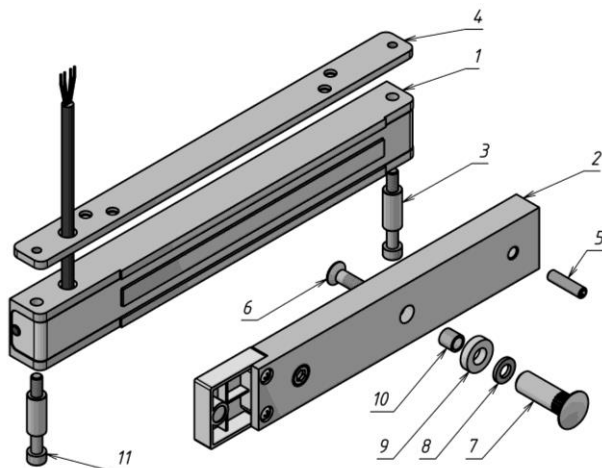

Рисунок 1 – Комплект поставки замка
**3.1 Комплект поставки (рисунок 1):**
- корпус (1).....- 1 шт.
- якорь (2).....- 1 шт.
- втулка (3).....- 2 шт.
- планка резьбовая (4).....- 1 шт.
4.5 Винт крепления якоря (поз.6 рис.1) необходимо затянуть с